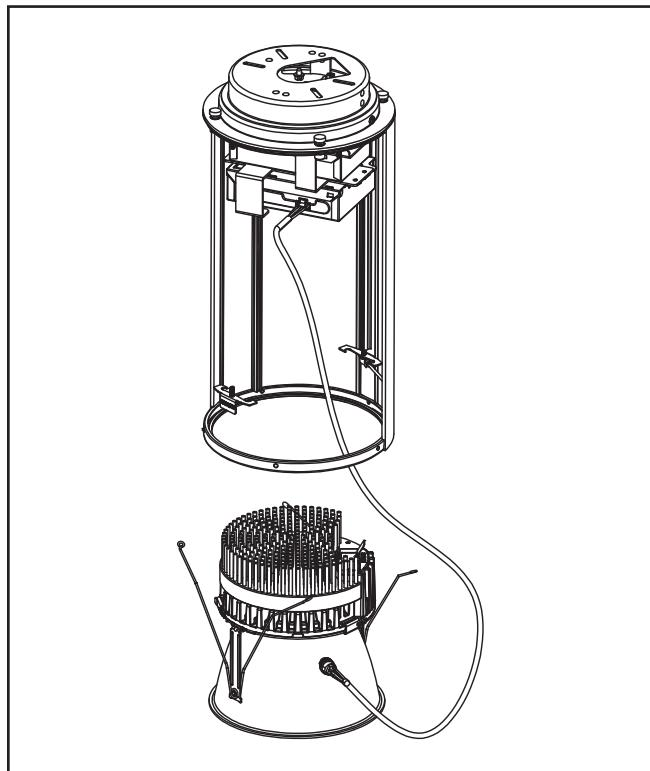

Figure 12
4. Reconnectez le câble au bloc-piles. (Figure 12)